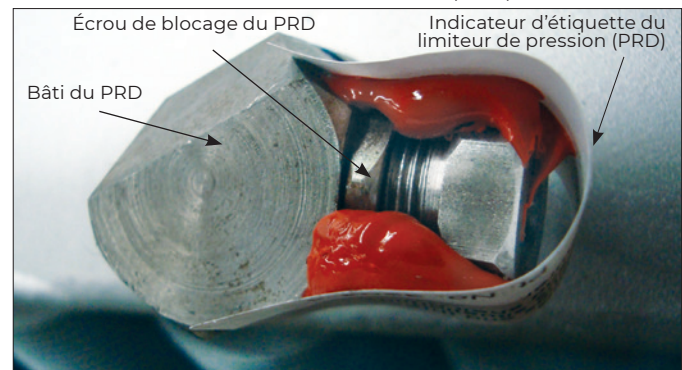

Figure 1
- La présence de fuites dans le limiteur de pression. Consulter Figure 1, page 5 et se référer à A.3 Annuel, page 4 pour des instructions supplémentaires.
9. La pression de purge du limiteur de pression (PRD) est réglée en usine. Ne pas toucher à l'écrou de blocage. (Voir Figure 1, page 5.)